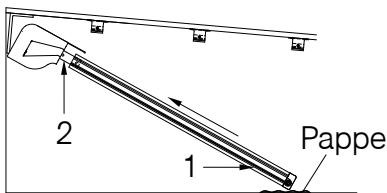

Abb. 12: Befestigung der Führungsschienen am Kasten
- » Schieben Sie beide Führungsschienen (1 – Abb. 12) gleichmäßig bis zur Hälfte der Ausleger der Kastenseitenkappen (2 – Abb. 12) auf.